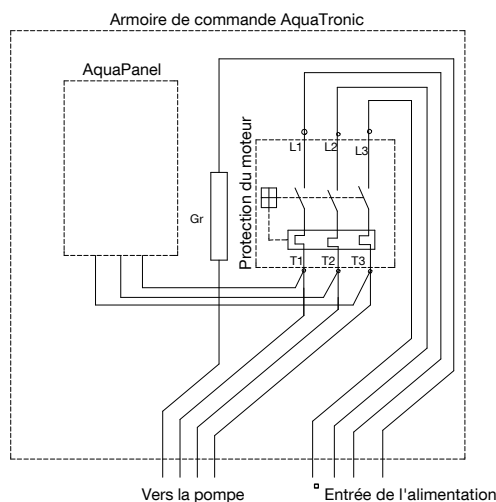

Figure 1. Plan de câblage - armoire de commande AquaTronic
- Si la pompe n'est pas connectée, soulevez le couvercle du tableau, assurez-vous que l'alimentation est coupée et connectez le câble de pompe en suivant les indications du schéma de câblage. (Fig. 1)